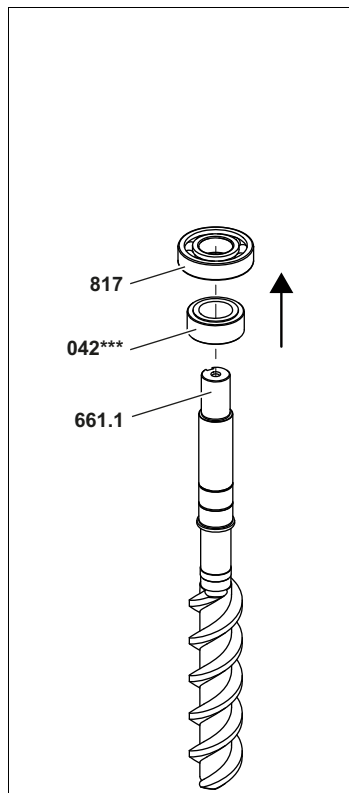

Fig. 24
7. Retirer le roulement à billes **817** de la vis principale à l'aide d'un dispositif d'extraction et retirer le cylindre de compensation **042*****, voir Fig. 24, page 37.